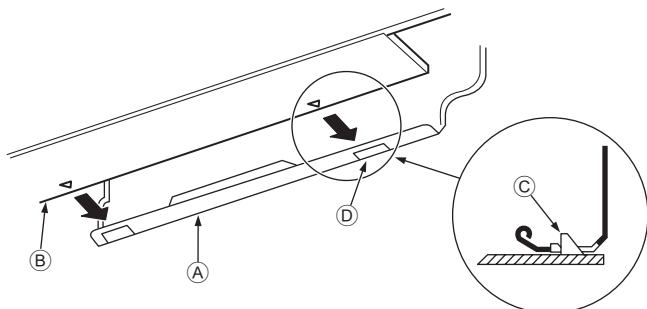

Fig. 3-10
- Lors de l'insertion du tuyau de réfrigérant et le tuyau d'écoulement dans l'orifice mural d'insertion (manchette de pénétration), accrocher la partie supérieure de l'appareil intérieur sur la planche d'installation ①.
- Fixer en poussant la partie inférieure de l'appareil intérieur sur la planche d'installation ①. (Fig. 3-10)
* Vérifier que les boutons en bas de l'appareil intérieur sont correctement maintenus sur la planche d'installation ①.